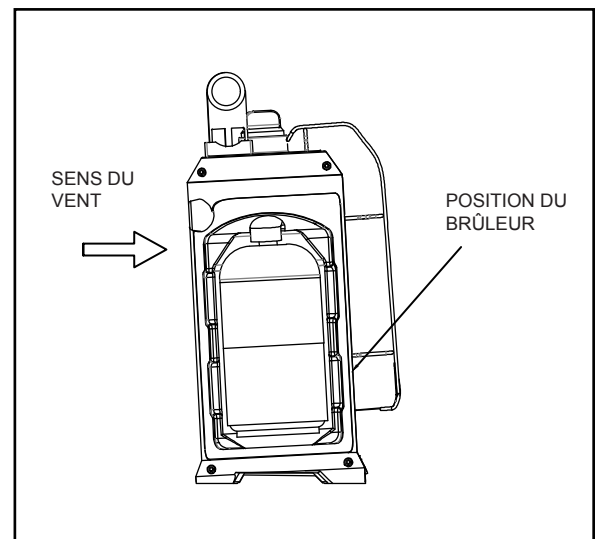

Fig. 3 – Instructions d'allumage en zones venteuses
1. Placez le radiateur de sorte que le brûleur ne soit pas dans le sens du vent. Fig.3. Placez-vous derrière le radiateur, de sorte que votre corps bloque le vent pendant que vous suivez les instructions d'allumage.